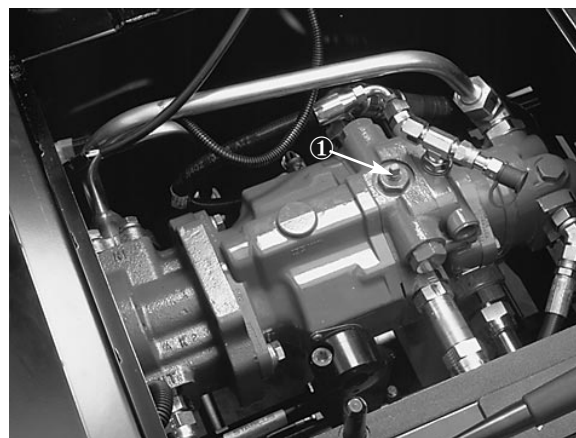

Figure 18
3. Relever et déposer le panneau avant (Fig. 18).
4. Tourner la vanne de dérivation de 90 degrés (Fig. 18). Cela a pour effet d'ouvrir un passage interne dans la pompe de déplacement et de dériver l'huile hydraulique. Il est alors possible de déplacer l'unité de déplacement sans endommager le circuit hydraulique.